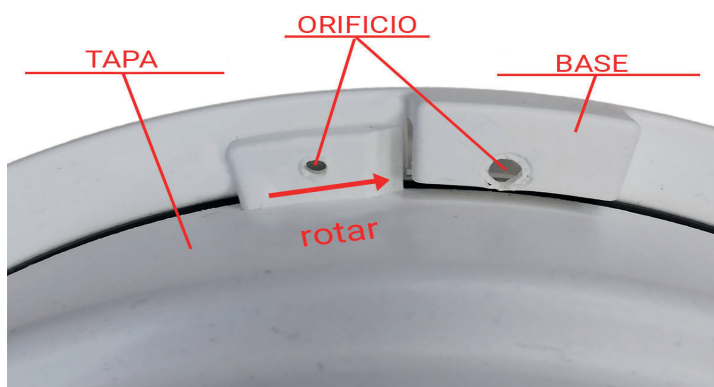

figura 5
5.3 - Una vez realizadas las operaciones de conexión eléctrica, instale la tapa en la base de la caja. La tapa se acopla con la base de la caja mediante una pequeña rotación en el sentido de las agujas del reloj hasta el tope y teniendo cuidado de hacer referencia a los 2 pequeños orificios realizados en la base y en la tapa donde se instalará el pequeño tornillo de bloqueo negro. Si no se prevé ninguna posibilidad de impacto o contacto accidental del detector con cuerpos extraños, el tornillo de bloqueo se puede omitir (**figura 5**).